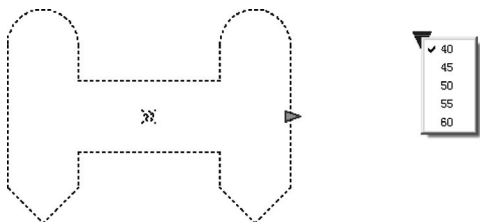

图 9-9 测试缩放动态块
5) 单击“保存块”按钮进行保存, 单击“测试块”按钮进入“测试块”窗口, 单击右边竖直线段的中点进行拖动, 就会发现该块只能在“40、45、50、55、60”的范围内进行拖动; 如果单击右上方的查询参照, 会弹出一个下拉菜单, 里面有刚才设置的尺寸, 选择一个尺寸, 图形就会自动缩放到该尺寸, 如图 9-9 所示。